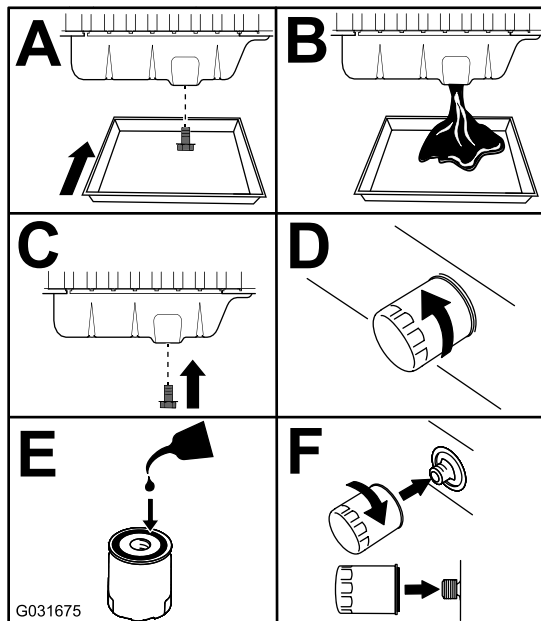

Bild 68
3. Tauschen Sie das Motoröl und den Motorölfilter aus (Bild 68).